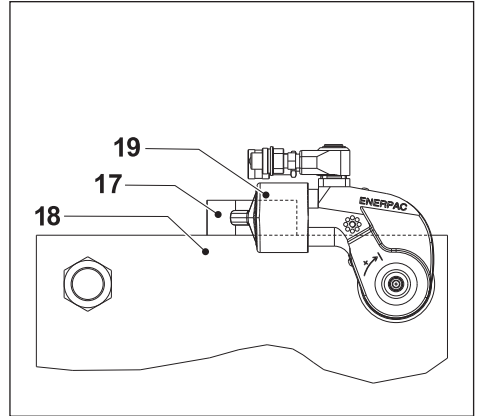

Fig. 10
4.3.2 Usar um Braço de Reação Longo (fig. 10)
- Posicione a base (17) do braço de reação longo da série SRS (19) contra um ponto de reação adequado (18). O ponto de reação irá neutralizar a força causada pela operação da ferramenta.